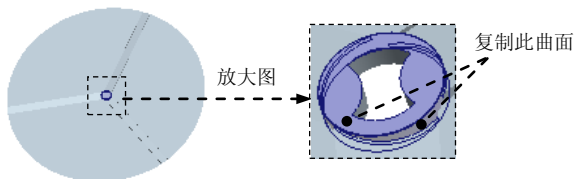

图 5.27 选取复制曲面
Step18. 通过曲面复制的方法，复制图 5.27 所示参考模型上的表面。
- (1) 按住 Ctrl 键选取图 5.27 所示的曲面（圆柱顶面、圆角和圆柱外表面）。
(2) 单击 **模具** 功能选项卡 **操作** ▾ 区域中的 复制 按钮。
(3) 单击 **模具** 功能选项卡 **操作** ▾ 区域中的 粘贴 按钮。此时系统弹出 **曲面：复制** 操控板。
(4) 填补复制表面上的破孔。在操控板中单击 **选项** 按钮，在系统弹出的“选项”界面中选中 排除曲面并填充孔 单选项，在 **填充孔/曲面** 文本框中单击“选择项”字符，然后选取复制面的上表面和圆柱侧面作为填充破孔的面。
(5) 单击操控板中的“完成”按钮 。